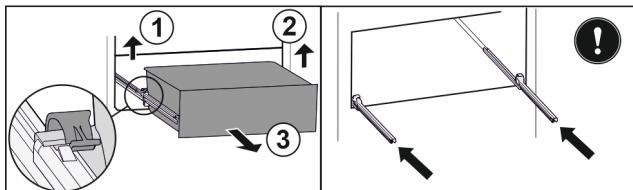

Fig. 96
- Ridicați clema din stânga și trageți concomitent sertarul din stânga spre înainte. Fig. 96 (1)
- Ridicați clema din dreapta și trageți concomitent sertarul din dreapta spre înainte. Fig. 96 (2)
- Extragăți sertarul spre înainte. Fig. 96 (3)